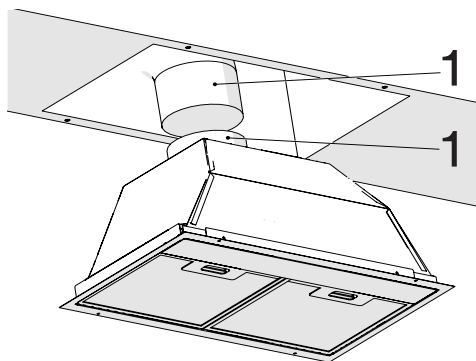

Fig. 9
- Acople la tubería de salida de aire a la salida de aire de chimenea y sujétela con una abrazadera (Fig. 9).